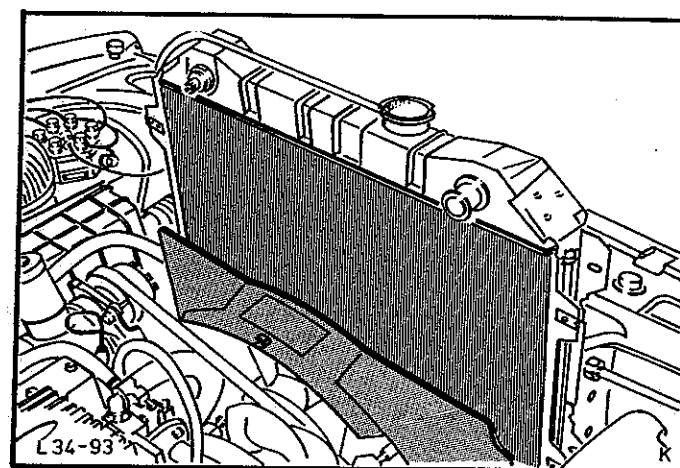

Abb.53 Kühler mit Luftführung einsetzen
13. Kühler zusammen mit Luftführung einsetzen und Kühler befestigen, Abb.53.